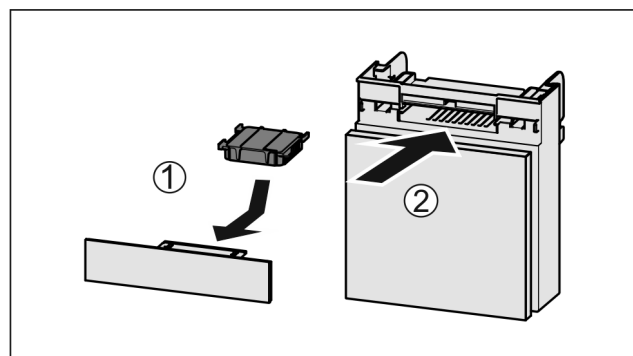

Fig. 64
- Aktivni ogljeni filter vstavite Fig. 64 (1) skladno s prikazom na sliki.
- Če je aktivni ogljeni filter obrnjen navzdol: Predal potisnite noter Fig. 64 (2).